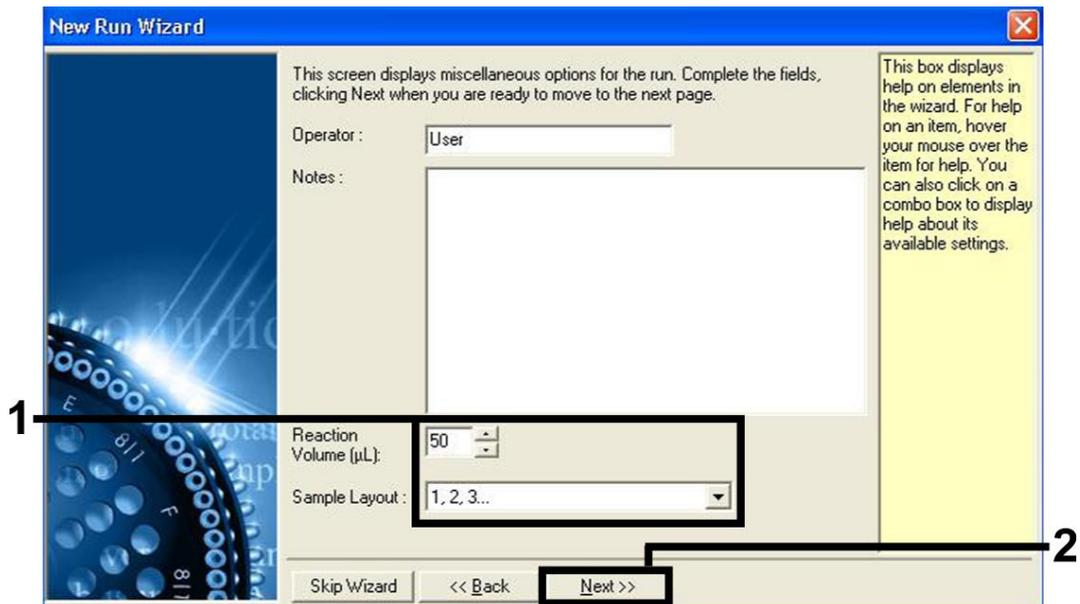

Figura 5. Impostazione dei parametri generali del test.
7. Selezionare 50 per il volume di reazione PCR e cliccare su "Next" (Figura 5).